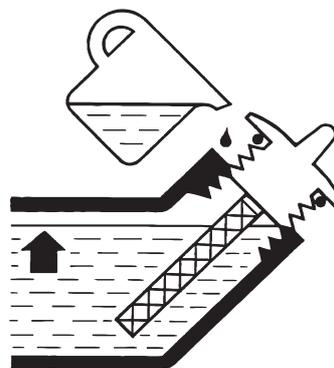

Figura 4: Livello dell'olio motore corretto
4. Non riempire troppo, se il livello dell'olio è troppo alto, l'olio fuoriesce dal tappo di riempimento. Vedere il livello dell'olio corretto nella Figura 4.
- Il motore è pieno di olio motore (vedere Figura 4: Livello dell'olio motore corretto a pagina 12).